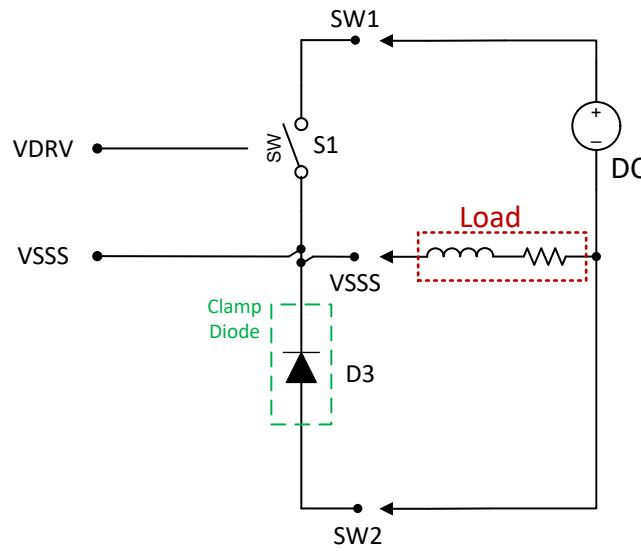

图 4-5. RL 负载
- a. 图 4-5 显示了高电感负载的可能负载配置。使用 Q1 ( MOSFET ) 或 D2 ( SCR ) 作为 S1 ( 开关元件 ) 可以实现该设置。该设置为添加 D3 提供了空间，当 S1 关断电感负载时，D3 可以作为钳位二极管来提供对地连接。